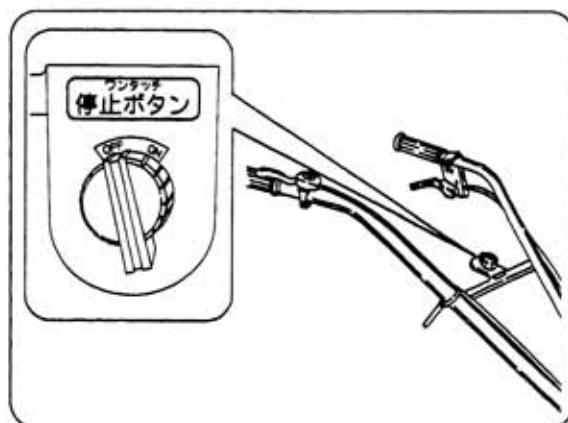

図12
- ③ 停止スイッチを [OFF] 位置にしてください。エンジンが停止します。(図12)